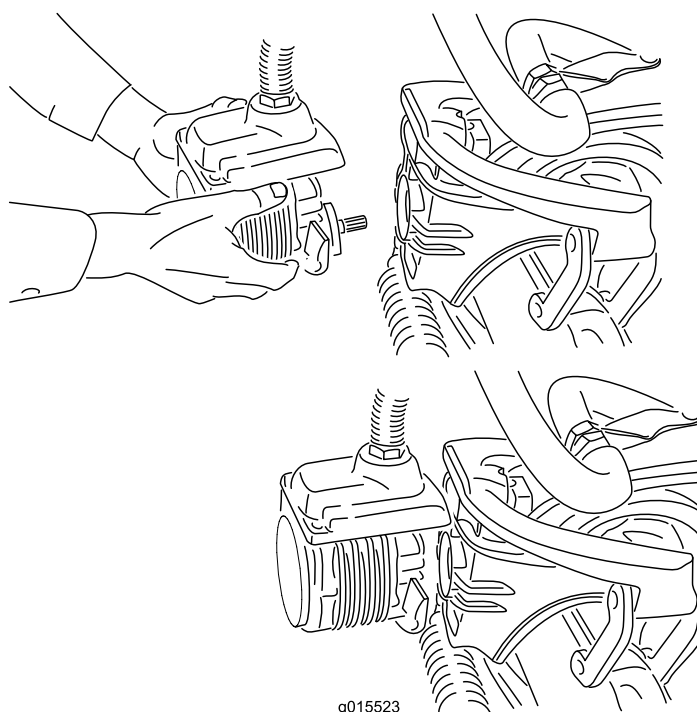

Figura 36
4. Mueva el motor al lugar de almacenamiento en la parte delantera del brazo de suspensión (Figura 36).